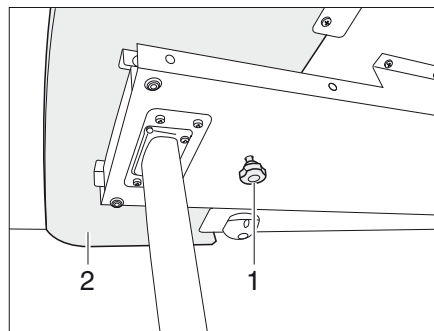
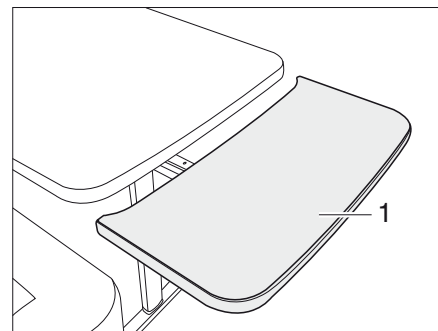

Bild 99 Bordsförlängningens lås
Bild 100 Bordsförlängning
- Lossa den räfflade skruven (Bild 99,1).
- Drag ut bordsförlängningen (Bild 99,2) till stoppläget (Bild 100).
- Sväng upp bordsförlängningen (Bild 100,1). Bordsförlängningen ligger kant i kant med bordsskivan.
- Dra bort bordsförlängningen (Bild 100,1) från bordsskivan (till stoppläget). Tryck förlängningen nedåt mot hållfjädrarnas motstånd. Bordsförlängningen svängs ned (Bild 100).
- Drag åt den räfflade skruven (Bild 99,1).